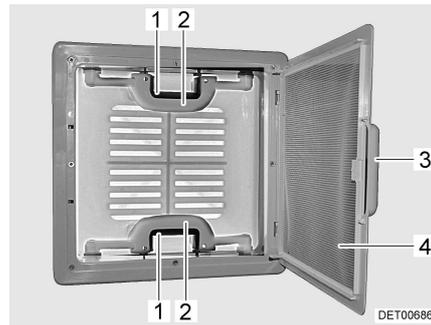

Bild 31 Dachhaube mit Schnappverschluss
- Am Griff (Bild 31,3) ziehen.
- Insektenschutz (Bild 31,4) nach unten klappen.
- Schnappverschluss (Bild 31,1) zur Innenseite der Dachhaube drücken. Gleichzeitig mit dem Griff (Bild 31,2) die Dachhaube nach oben drücken.
- Insektenschutz (Bild 31,4) nach oben schwenken, bis er einrastet.
- An beiden Griffen (Bild 31,2) die Dachhaube kräftig nach unten ziehen, bis beide Schnappverschlüsse (Bild 31,1) eingerastet sind.